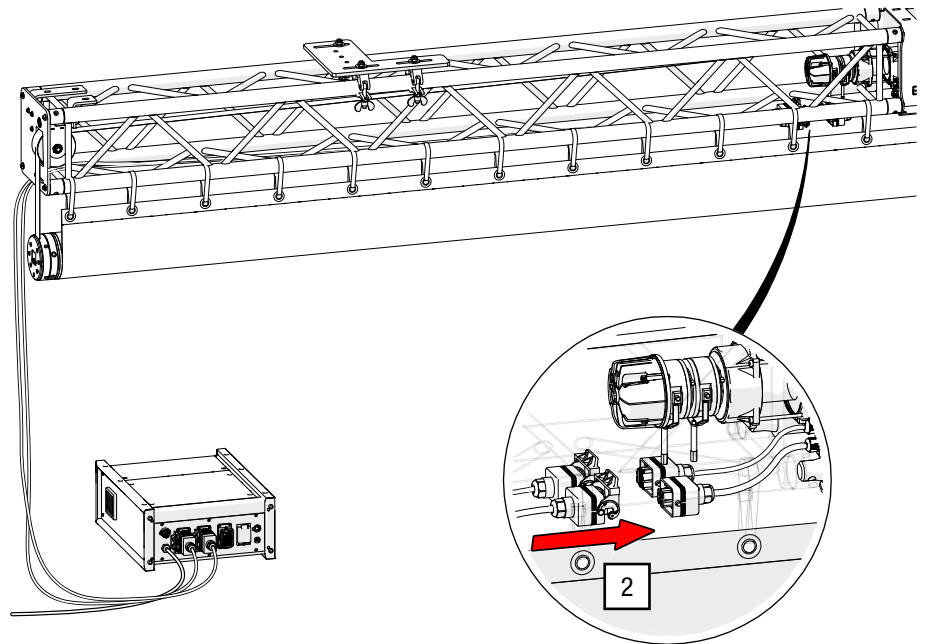

Abb. 29: Strom- und Steuerkabel an Rollbildleinwand anschließen
2. Schließen Sie das zuvor an der Steuerung angeschlossene Steuerkabel und Stromkabel an den dafür vorgesehenen Anschlüssen 1XXM1 und 1XSM2 der Rollbildleinwand an (siehe Abb. 29).